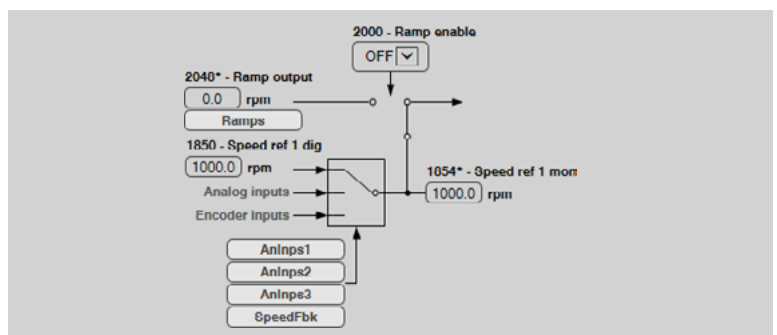

Figura 6-17: Funzionamento di Ramp Enable
2000 Ramp enable	Consente di abilitare/disabilitare il controllo in rampa del riferimento di velocità. Se settato a ON il riferimento di velocità 1 IPA 1854- Speed ref 1 mon viene interdetto dalla catena del riferimento di velocità e risulta inefficace, mentre se settato a OFF si esclude l'uscita della rampa IPA 2048- Ramp output a favore del riferimento di velocità 1 IPA 1854- Speed ref 1 mon (vedi figura 6-17), tuttavia il generatore di rampa continua a funzionare e può essere usato in configurazione stand-alone indipendentemente dai comandi di Enable , Start e/o Fast stop .